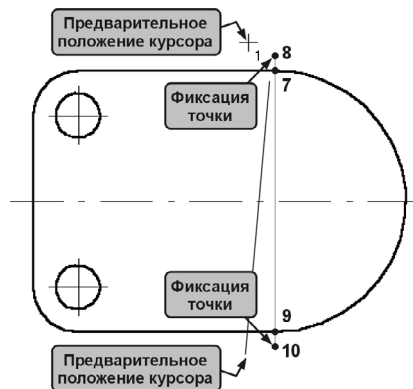

Рис. 9.38. Построение вертикальной оси симметрии
5.1. Установите курсор чуть выше горизонтального отрезка в верхней части детали (рис. 9.38).